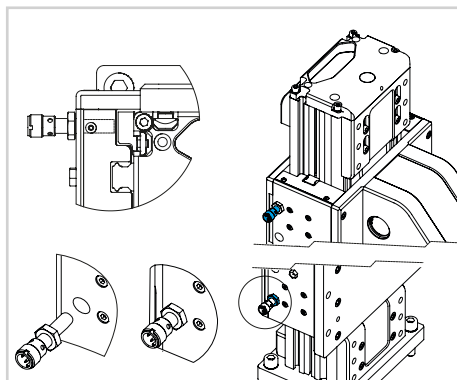

Fig. 28
- 4) Inserire il proximity sulla piastra del carro e serrarlo finché non entrerà in contatto con il sensor dog. Successivamente, allentare di 1/2 giro in modo da stabilire la distanza corretta (Fig. 28).
- 5) Bloccare il proximity in posizione, serrando il dado di fissaggio (Fig. 28).